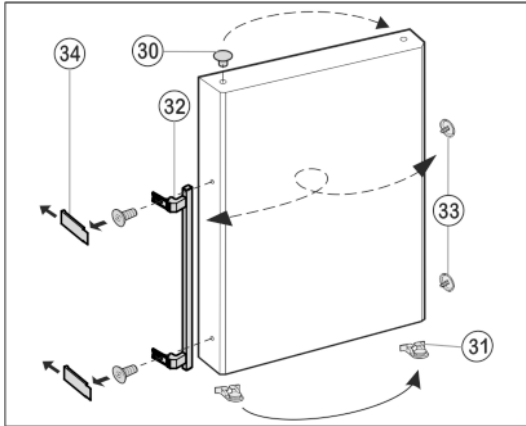

Fig. 11
- ▶ Извлеките пробку Fig. 11 (30) из опорной втулки дверцы и переставьте.
- ▶ Снимите и переставьте на противоположную сторону дверную ручку Fig. 11 (32), пробку Fig. 11 (33) и прижимные пластины\* Fig. 11 (34).